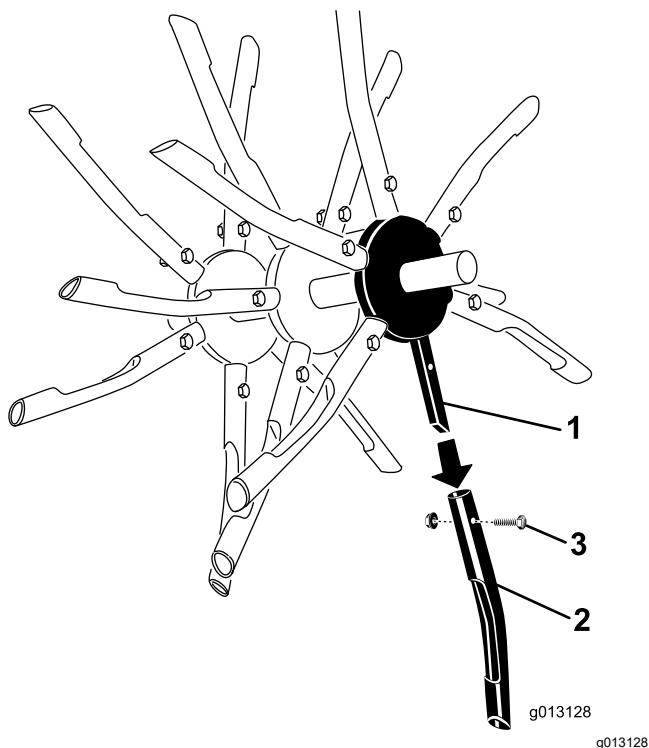

Figura 40
4. Si alguno está dañado o roto, retire la tuerca y el perno que sujetan el taladro al conjunto de taladros (Figura 40).